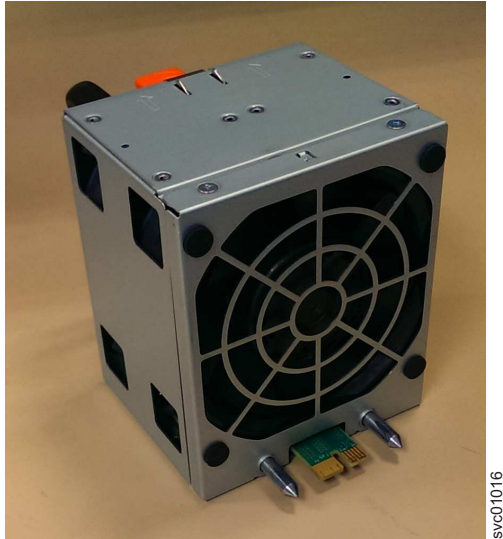

Figura 101. Orientação do módulo de ventilador
1. Segure o módulo de ventilador com a guia de liberação na parte superior e o pino conector na parte inferior, conforme mostrado em Figura 101.